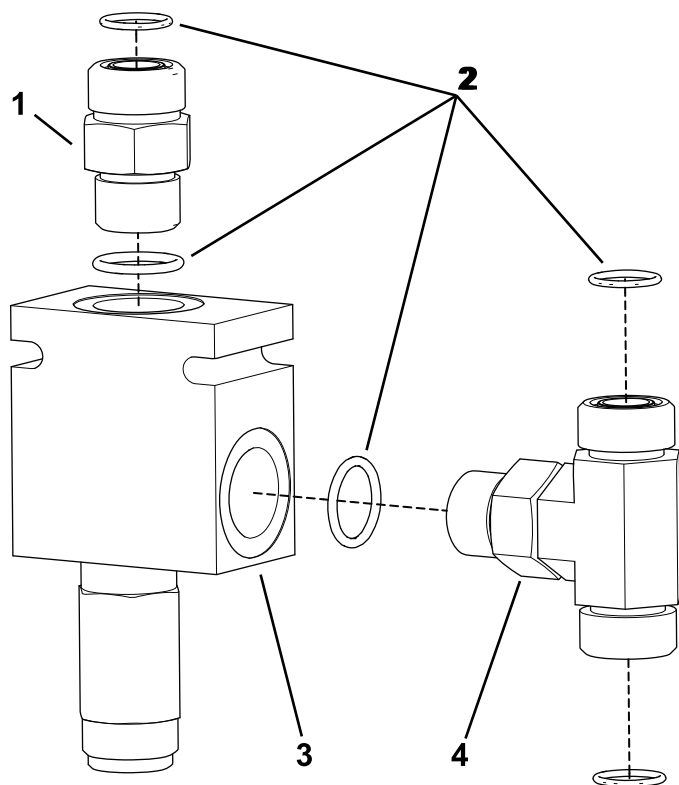

Figure 9
3. Montez le raccord adaptateur ($\frac{5}{8}$ x $\frac{5}{8}$ " mâle) et le raccord en T ($\frac{5}{8}$ " mâle) sur le collecteur gauche, comme montré à la Figure 9.